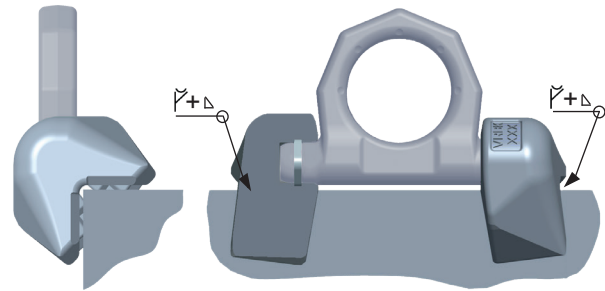

Abb. 3: Schweißnaht
- 10 Schweißen Sie im Anschluss die Decknähte. Beginnen Sie an der Innenseite. Die beschriebene Schweißreihenfolge muss zwingend eingehalten werden. Entnehmen Sie dazu sowohl Nahtart als auch Nahtgröße aus Abb. 3 und Tabelle 2.